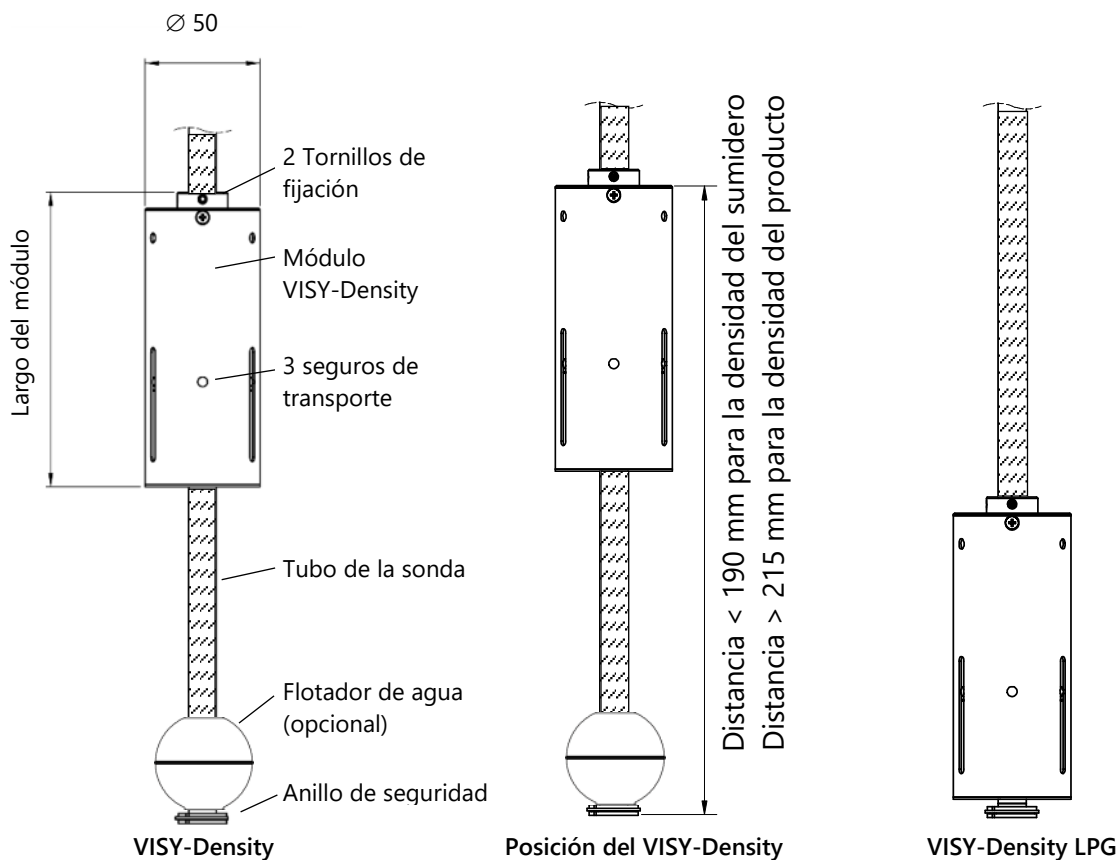

Figura 1: VISY-Density y VISY-Density LPG
Dependiendo de la posición del módulo VISY-Density en el tubo de la sonda, se determina la densidad del producto o la densidad del sumidero, ver Figura 1 .
- 8° Dependiendo de la aplicación, fije VISY-Density a la altura apropiada del tubo de la sonda con los dos tornillos de fijación, consulte Figura 1: VISY-Density y VISY-Density LPG:
- 9° Dependiendo de la aplicación, fije VISY-Density a la altura apropiada del tubo de la sonda con los dos tornillos de fijación, consulte Figura 1: VISY-Density y VISY-Density LPG:
- 4º Dependiendo de la aplicación, fije VISY-Density a la altura apropiada del tubo de la sonda con los dos tornillos de fijación, consulte Figura 1: VISY-Density y VISY-Density LPG: